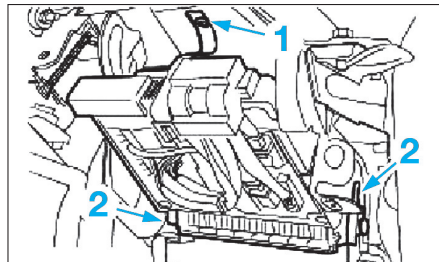

Fig. 39
- Détacher la boîte à fusibles puis déposer le boulon de fixation de support de boîte à fusibles (1)(Fig.39).